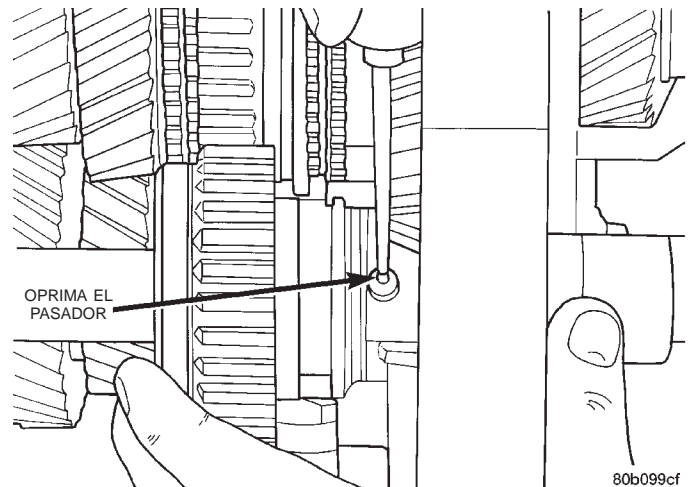

Fig. 92 Opresión del pasador en el eje del engranaje secundario de marcha atrás
(35) Oprima el muelle de compresión y el pasador del eje del engranaje secundario de marcha atrás (Fig. 92).